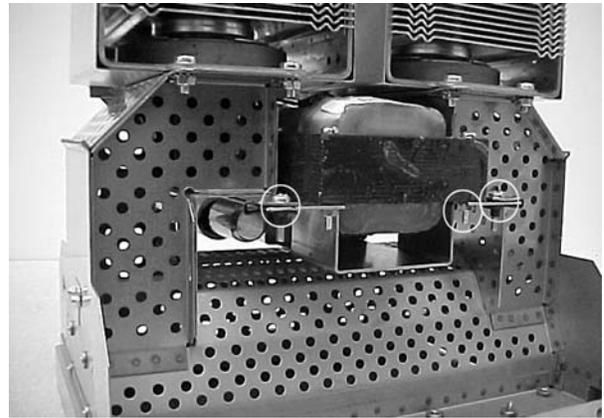

Figure 4-11 Dépose du support de transformateur et de connecteur
6. Déposer le support de transformateur et de connecteur en retirant les trois vis indiquées dans la figure 4-11.